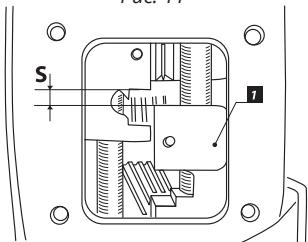

Рис. 12
**3.** Проверьте величину **S** (**Рис. 12**). Она должна составлять минимум 4 мм (если меньше, то доработайте торец вилки **[1]**).